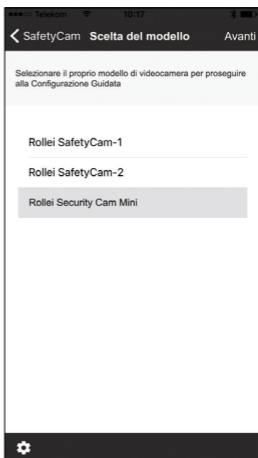

Figura 2 »
1. Per configurare la videocamera scaricare innanzitutto l'applicazione gratuita "Rollei Safety Cam" dall'App Store o da Google Play Store e installarla sul proprio smartphone/tablet (figura 1). Aprire quindi l'app. Quindi selezionare il proprio modello di videocamera (Rollei Security Cam Mini) e cliccare in alto a destra su "Avanti" (figura 2).